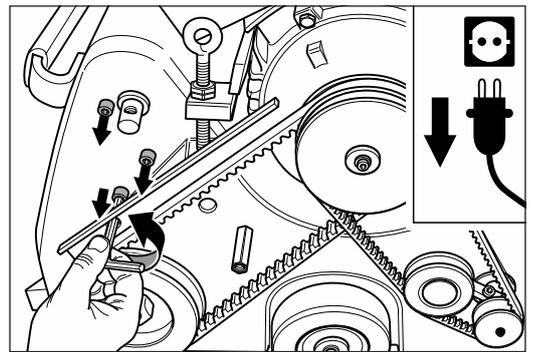

Abb. 42 Mit einer Hand das Aggregat festhalten und **gleichzeitig** die drei Befestigungsschrauben des Aggregats entfernen.
- 8 Halten Sie mit einer Hand das Aggregat fest und entfernen Sie **gleichzeitig** mit der anderen Hand die drei Befestigungsschrauben des Aggregats (Innensechskantschlüssel SW 6; Abb. 42). So kann das Aggregat nicht auf die Schleifwalze fallen.